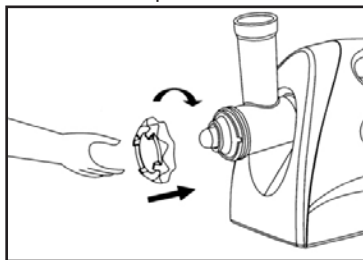

рис. 8
2. Зафиксировать конструкцию с помощью фиксирующего кольца, как указано на рис. 8. Не затягивайте кольцо слишком туго.